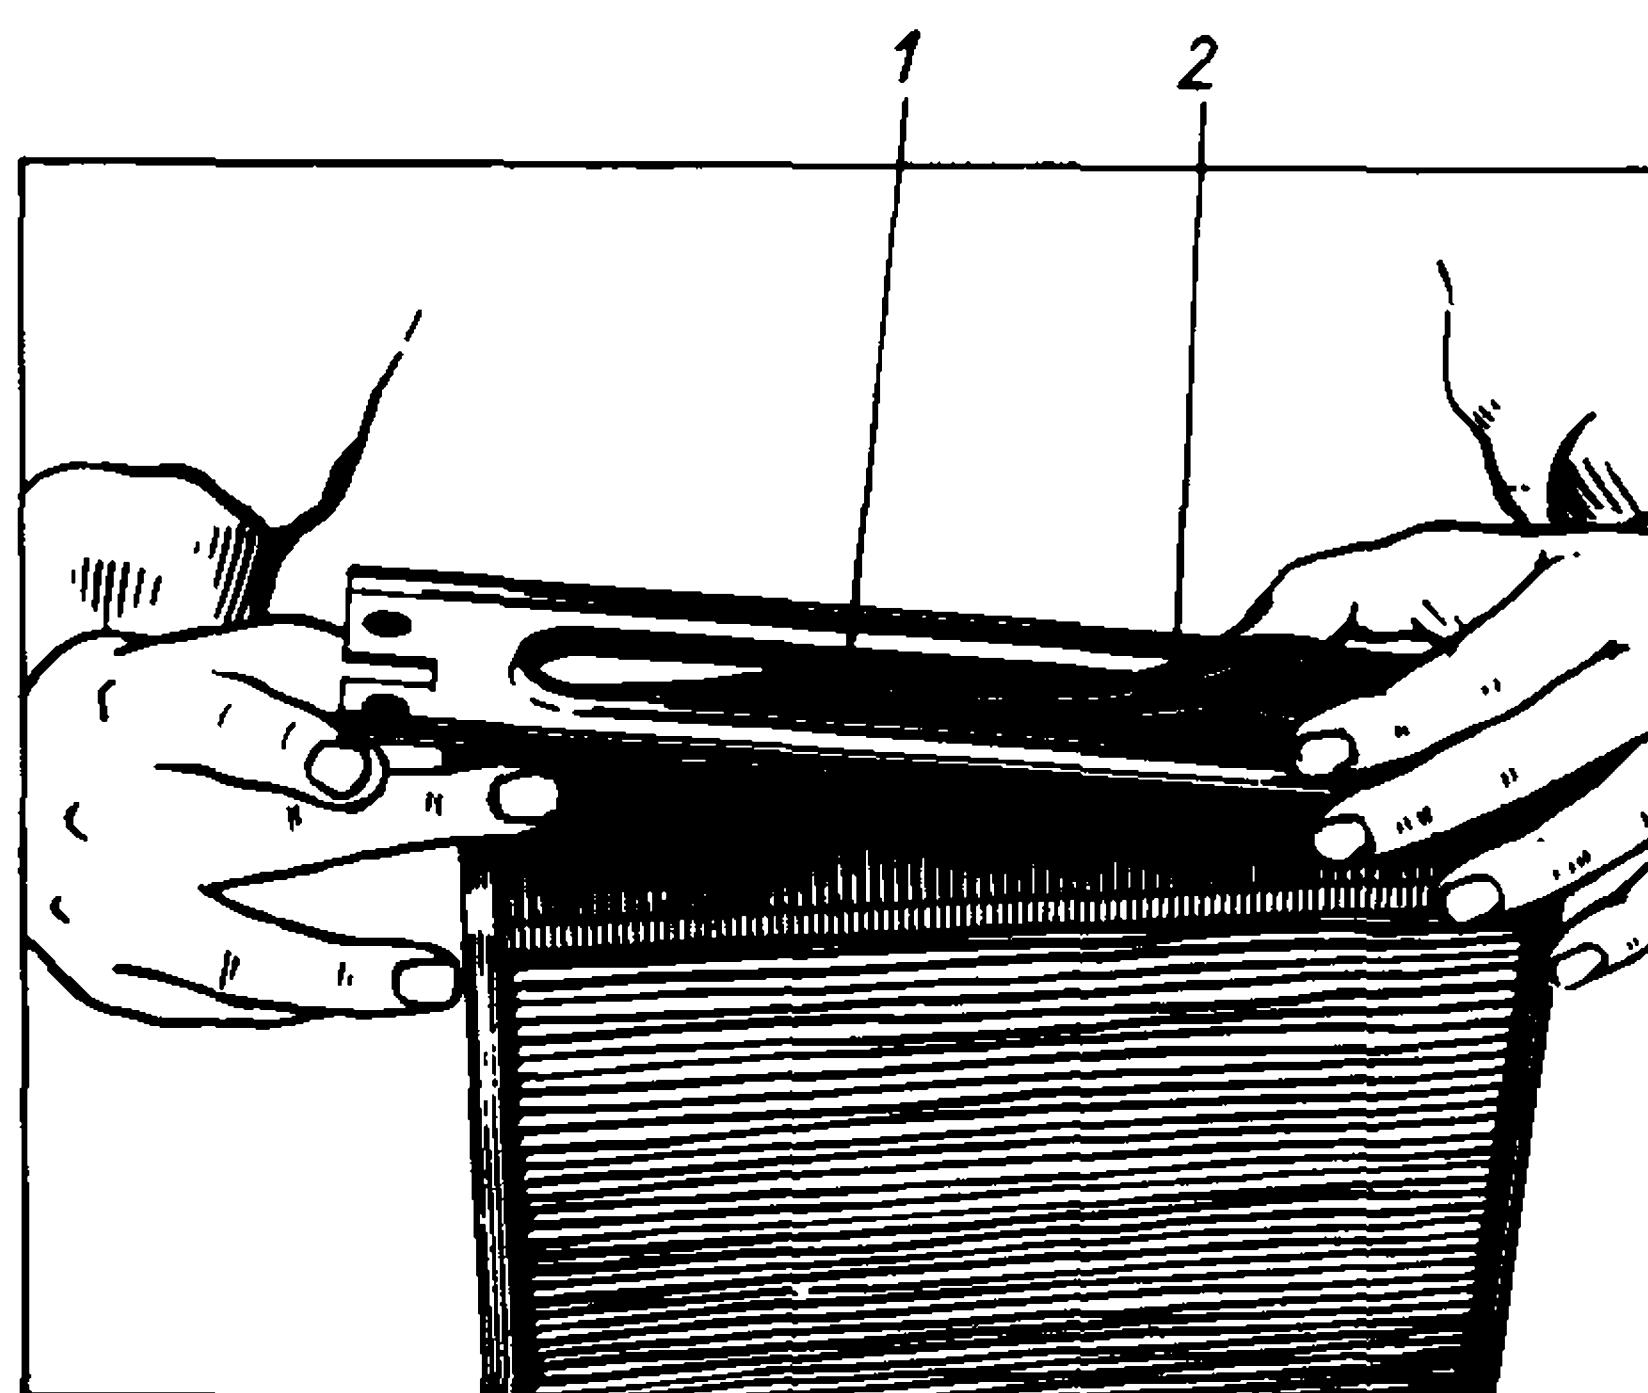

Рис. 76. Снятие планки с манжетой
– заворачивая манжету 1 (рис. 76) фильтрующего элемента, высвободите планку 2 из манжеты;